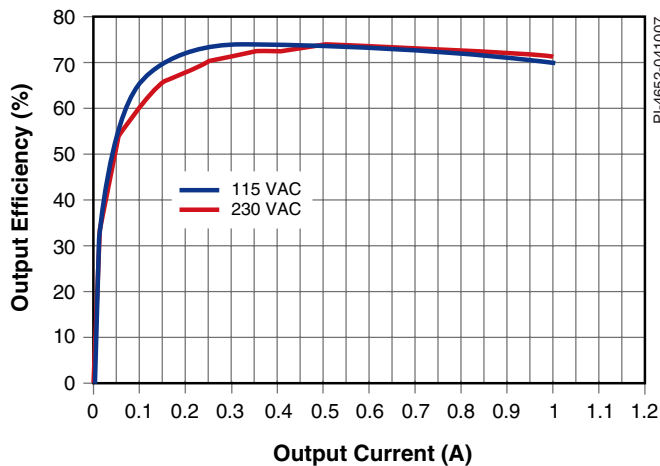

图2. 效率随负载电流的变化
DIP8 (P)封装的四个源极引脚均在一侧，因此可使用一个简单的散热片进行散热。图2显示了随负载变化时电源的效率。